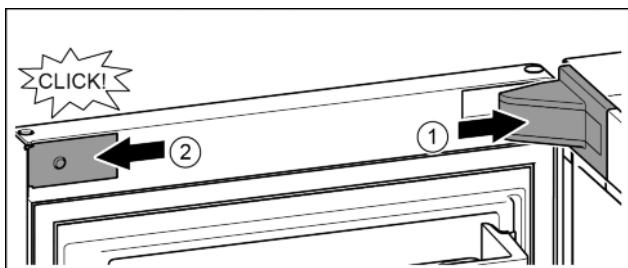

Fig. 16
- Крышку опорного кронштейна установить и зафиксировать, при необходимости, осторожно разжать. Fig. 16 (1)
- Установить сбоку накладку и зафиксировать. Fig. 16 (2)